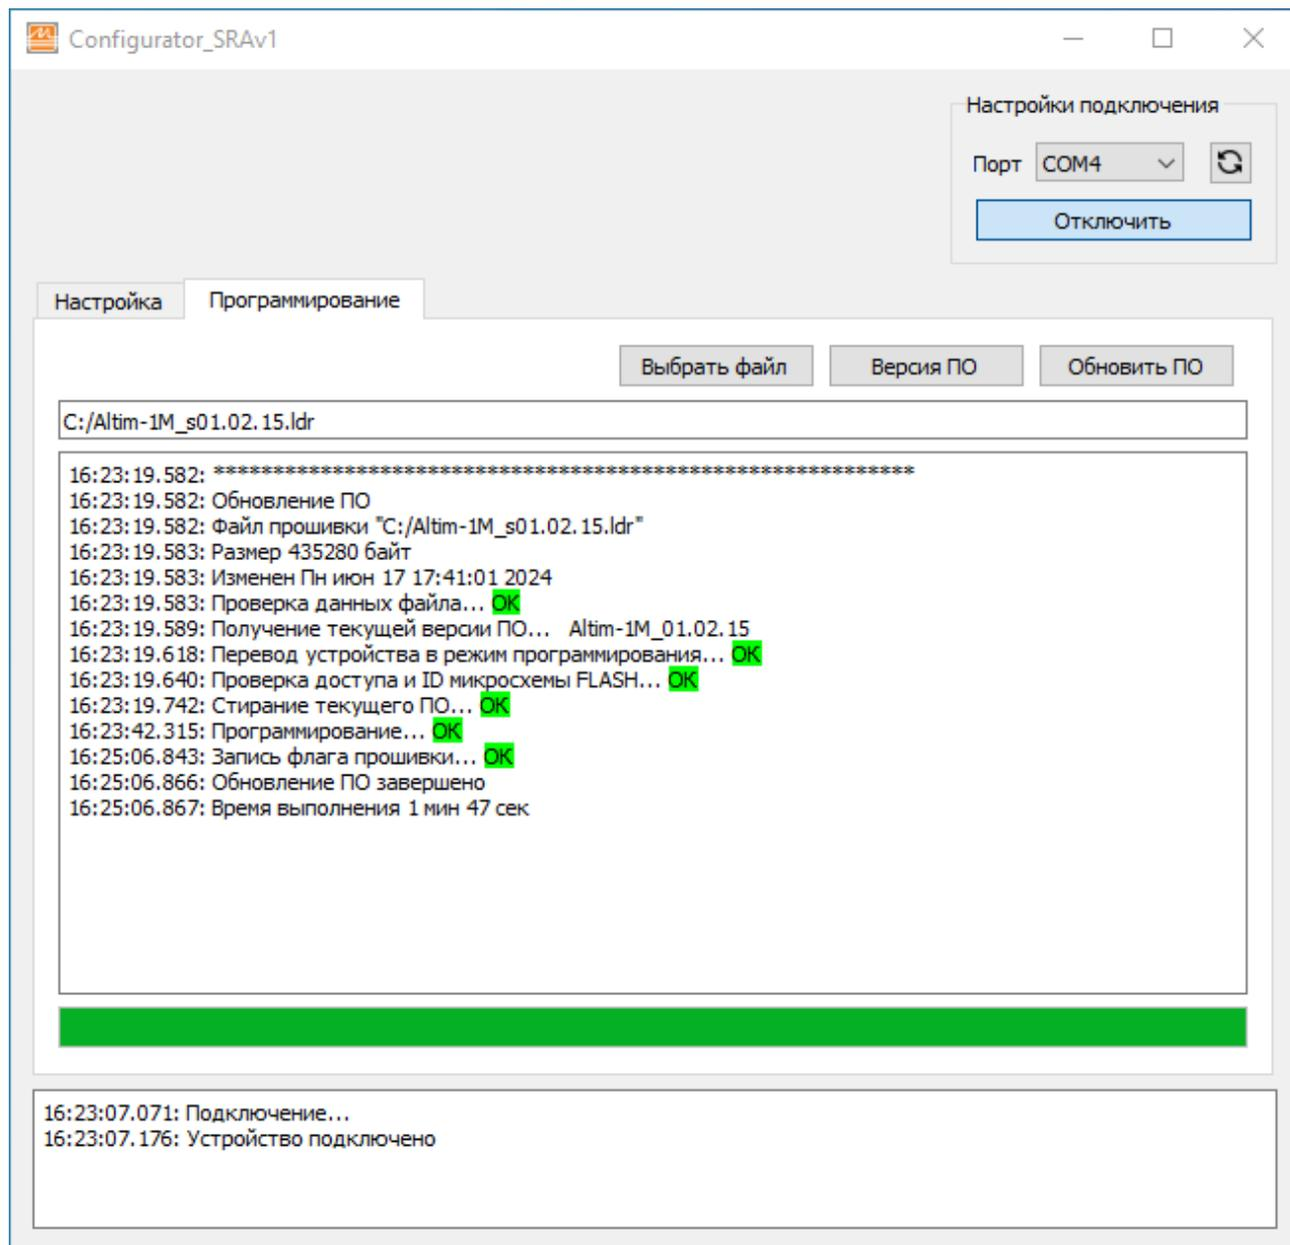

Рисунок 2.6 – Внешний вид окна программы Configurator_SRAv1
- нажмите кнопку «Обновить ПО» и дождитесь окончания процесса программирования (рисунок 2.6);